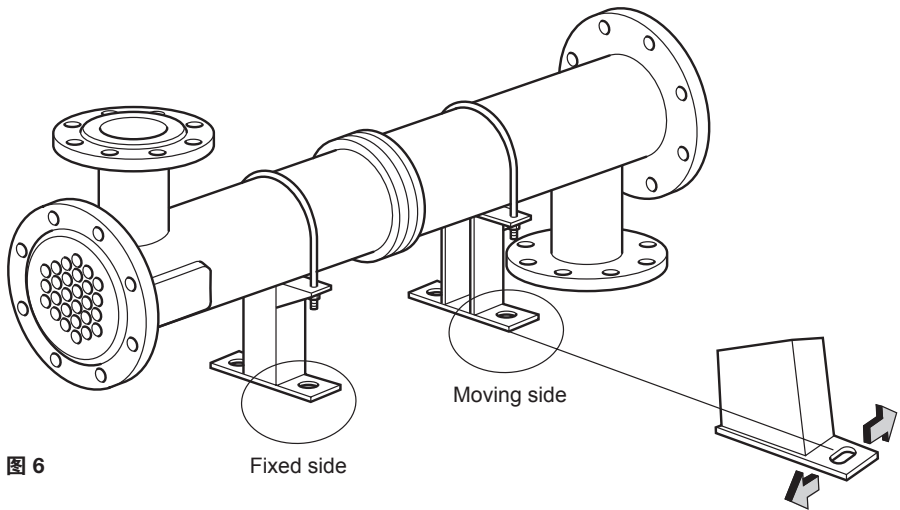

图 6
4.7 一端的地脚螺栓不要拧死，以便换热器一端可以自由膨胀收缩（图6）。